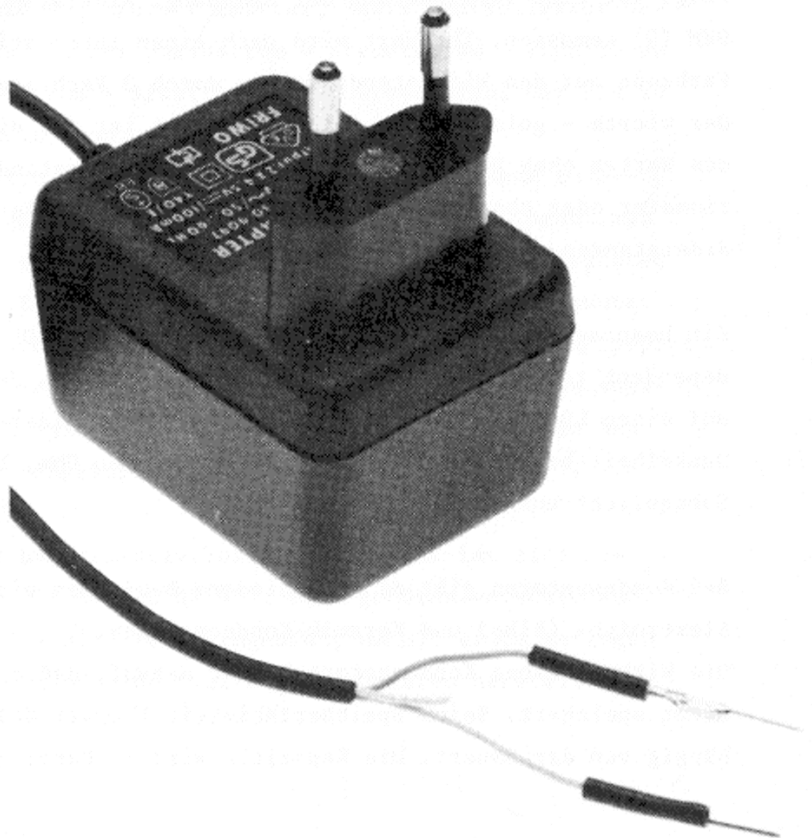

Abb. 4
Anstelle einer Batterie kann das Philips Netzteil EE 9097 verwendet werden. An dem gelben Anschlußdraht (Pluspol +) wird ein Stiftkontakt festgeklemmt und eine Gummitülle darüberschoben. Ebenso verfährt man mit dem grauen Anschlußdraht (Minuspole -). Der weiße Anschlußdraht bleibt frei (Abb. 4). Die Stiftkontakte werden in die entsprechenden Buchsen unterhalb des Schiebers gesteckt, gekennzeichnet -9V+ .
8. An den Anschlußdrähten des Ohrhörers sind Stiftkontakte festzuklemmen und Gummitüllen darüberschieben (wie in Abb. 4).